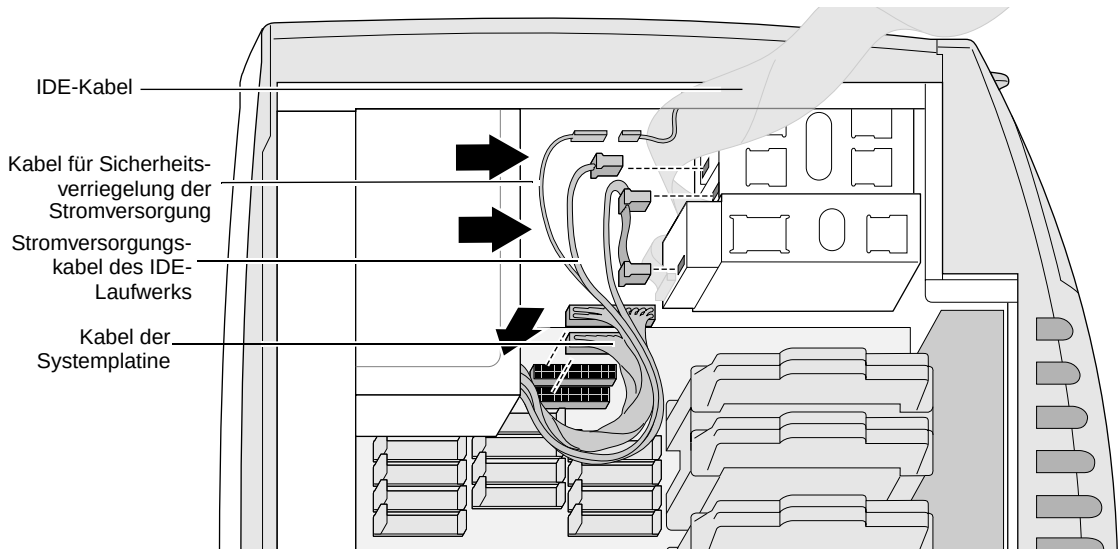

Abbildung 7-8 Anschließen der Stromversorgungskabel
- Verbinden Sie die Stromversorgungskabel mit den Steckerzungen nach oben mit der Systemplatine. Die Stecker sind verschieden groß und können beim Einsetzen nicht verwechselt werden. Siehe Abbildung 7-8.